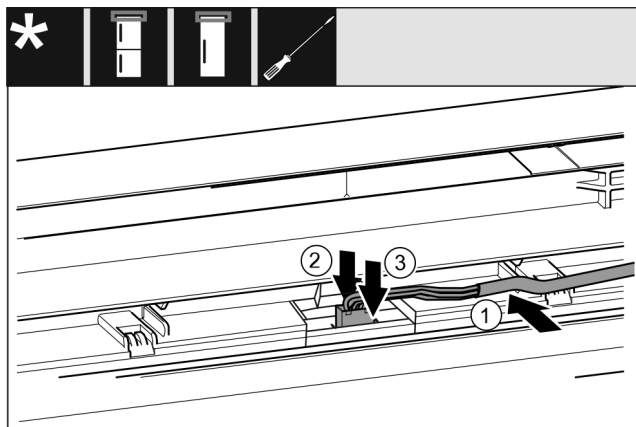

Fig. 61 Kombinace chladničky s mrazničkou / mrazničky / chladničky*
- ▶ Kabel Fig. 61 (1) vložte do vedení v horních dvířkách.*
- ▶ Západku Fig. 61 (2) zatlačte dozadu.*
- ▶ Zaklapněte zástrčku Fig. 61 (3).*